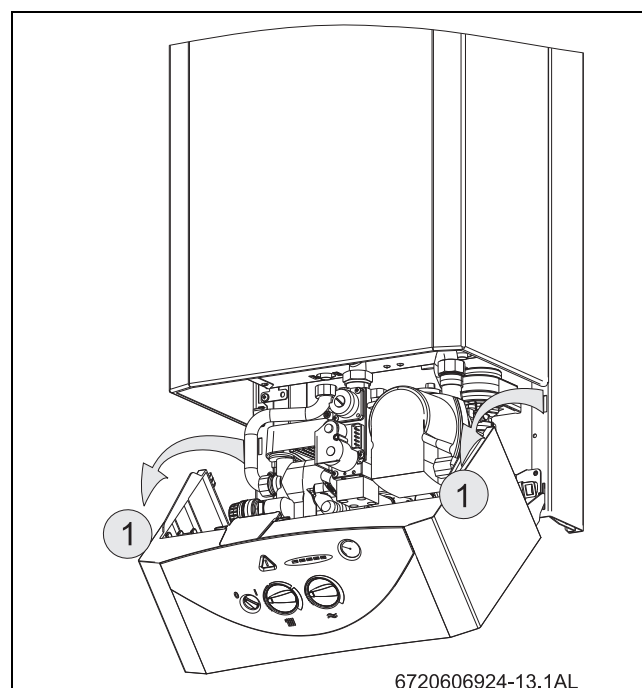

Fig. 24 Position de réglage
- Mettre l'appareil hors service (O) au moyen de l'interrupteur principal.
- Enlever l'habillage (voir Fig. 24).
- Accrocher le tableau électrique dans la position de réglage (voir Fig. 24).
- Desserrer la vis d'étanchéité (3) et raccorder le manomètre en U au raccord de mesure.